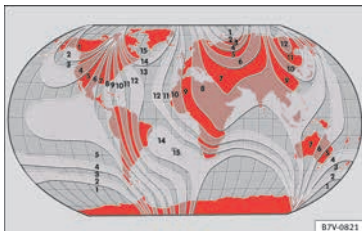

Abb. 120 Kompasszonen.
- Kompasszone entsprechend dem aktuellen Standort auswählen »» **Abb. 120**.